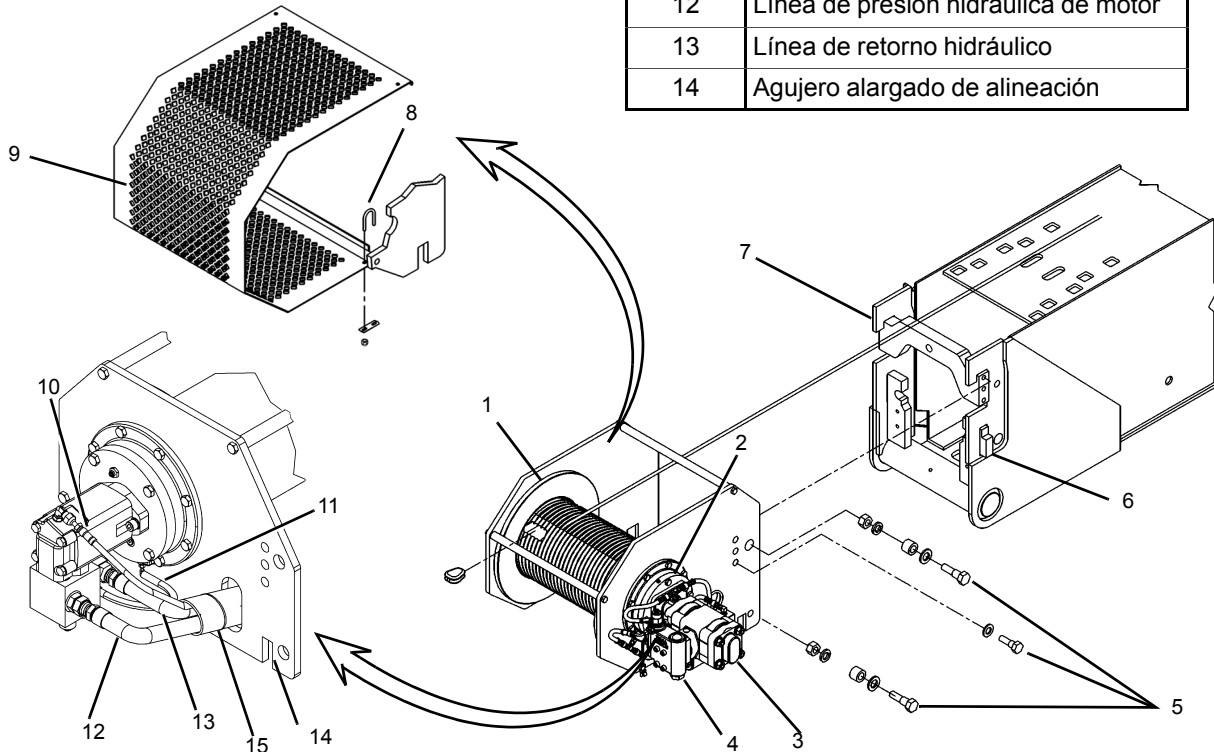

FIGURA 5-1
**NOTA:** Vea la Figura 5-1 para la identificación de los números de los artículos.
2. Saque los pernos en U (8) y la malla protectora de cables (9).
5. Saque los pernos de montaje (5) del malacate.